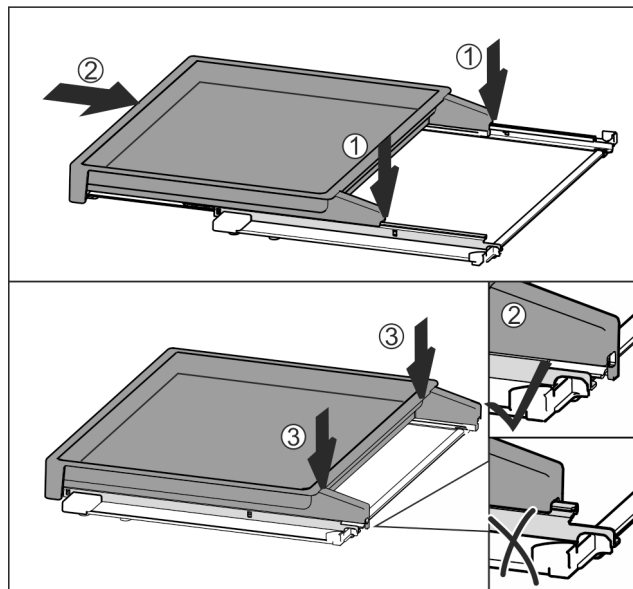

Fig. 44
- Mittig auf Schienen aufsetzen Fig. 44 (1).
- Auszugsbord vollständig einschieben Fig. 44 (2).
- An hinterer Seite drücken bis es hörbar einrastet Fig. 44 (3).